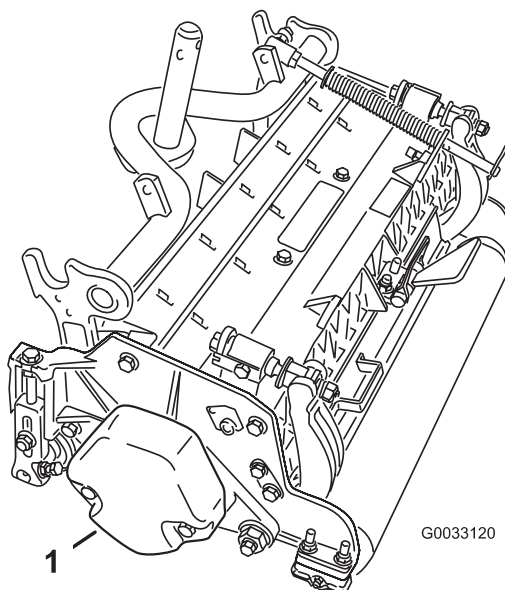

Figure 5
1. Sur les plateaux de coupe N° 2 et 4, retirez les 2 vis de fixation du contrepoids à l'extrémité gauche du plateau de coupe. Déposez le contrepoids (Fig. 5).